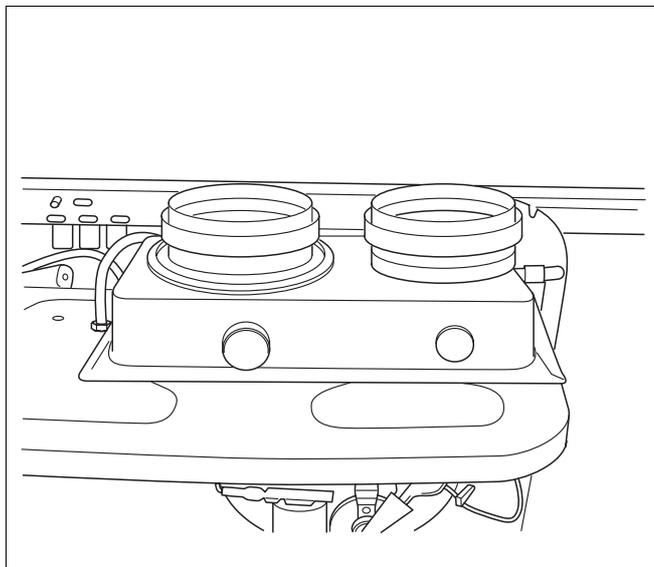

Fig. 7 Placca sdoppiatrice (di serie) aria / fumi
- ② aprire la camera di combustione e togliere la molla di fissaggio sdoppiatore situata nella parte interna della caldaia.
- ② Togliere lo sdoppiatore fumi (fig. 7) e staccare il tubo flessibile di collegamento al pressostato dell'aria.